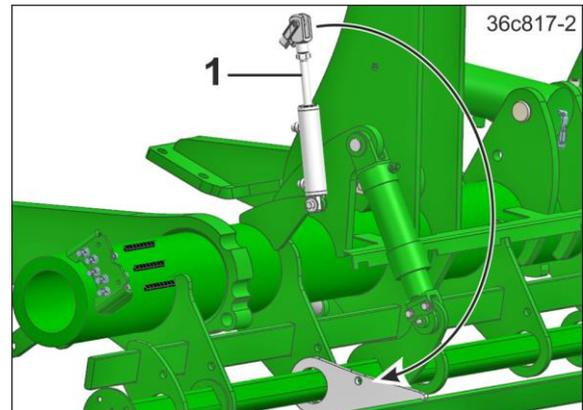

Fig. 16
5. Den Hydraulikzylinder (Fig. 16/1) verschwenken.